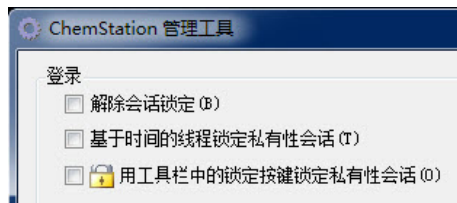

图 4 ChemStation 管理工具
- **基于时间的**：根据在 OpenLab 控制面板中的配置，当没有任何用户交互的时间达到给定时间后，ChemStation 会自动锁定（请参见 **安全策略** 下面的 **不活动超时**）。关于 OpenLab 控制面板中的设置的更多信息，请见《Agilent OpenLab CDS ChemStation Edition 配置指南》（CDS\_CS\_configure.pdf）。可配置基于时间的会话锁定，使其以私有方式或非私有方式锁定 ChemStation 会话（请参见第 19 页的图 4）。